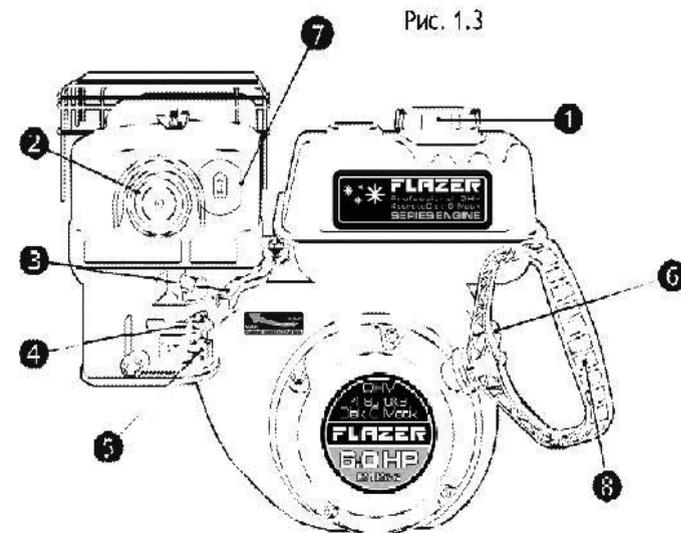

Рис. 1.3
- Откройте крышку 1 топливной заливной горловины (рис. 1.3).